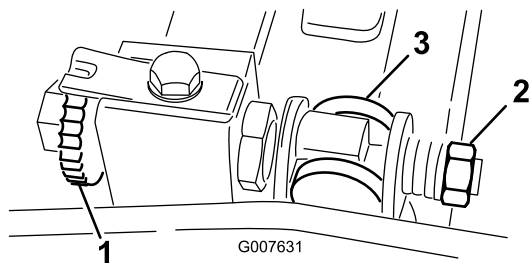

Figura 54
1. Ruotate la vite di regolazione della barra di appoggio in senso antiorario per allontanare la controlama dal cilindro (Figura 54).
2. Allentate il dado di tensione della molla, finché la rondella non sarà più in tensione contro la barra di appoggio (Figura 54).